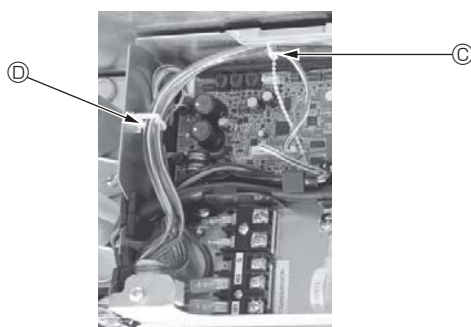

Fig. 5-15
- Plaats overtollige verbindingsbedrading van de i-See-sensor en signaalontvanger in de schakeldoos en in de bedradingsklem zoals aangegeven in de tekening en bind de bedrading samen met de clip. (Fig. 5-15)